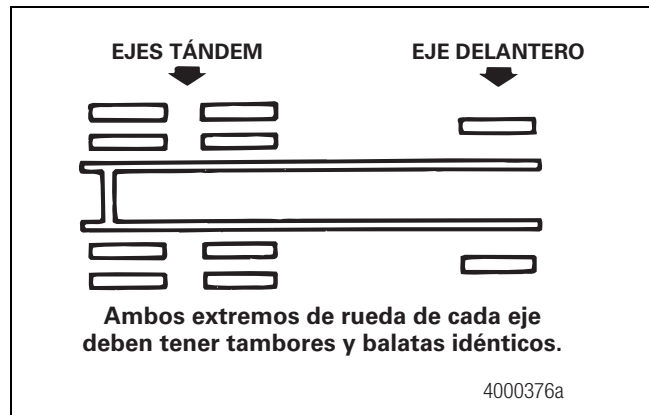

Figura 7.5
5. Ambos extremos de rueda de cada eje deben tener los mismos tambores y balatas. Los cuatro extremos de rueda de ejes tándem también deben tener los mismos tambores y balatas. No es necesario que los frenos del eje delantero sean iguales a los frenos del eje trasero motriz. Figura 7.5.